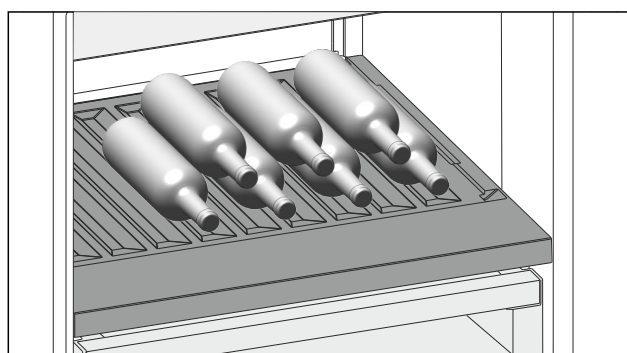

Fig. 227 Ilustrativni primjer
- Stavite boce s dnom prema stražnjoj stijenci hladnjaka. (pogledajte Fig. 227)